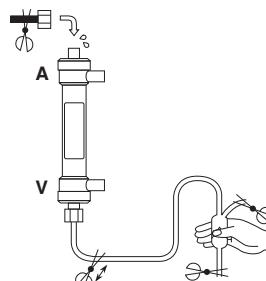

Fig.3 / Abb. 3 / Εικ. 3
- Sluit de arteriële slang die is gevuld met fysiologische zoutoplossing voorzichtig aan op de arteriële poort en zorg ervoor dat er geen lucht in de dialysator komt. Als er luchtbellen worden waargenomen in de arteriële poort, verwijder ze dan en door in de veneuze druppelkamer te knijpen. (Fig.3)